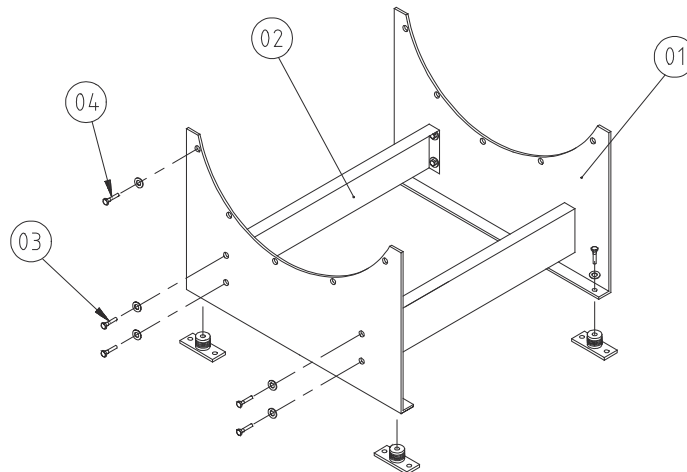

Fig. 1. Montagevoet voor type ACN
De montagevoet voor ACN smoke bestaat uit 2 montageplaten (zie fig. 1. pos. 01).